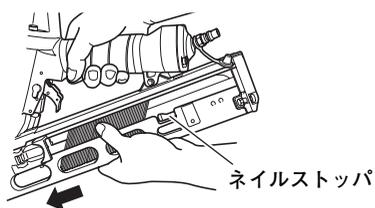

図 5
- 釘の連結後端がネイルストップを越えるまで前方へ送ります。(図5)